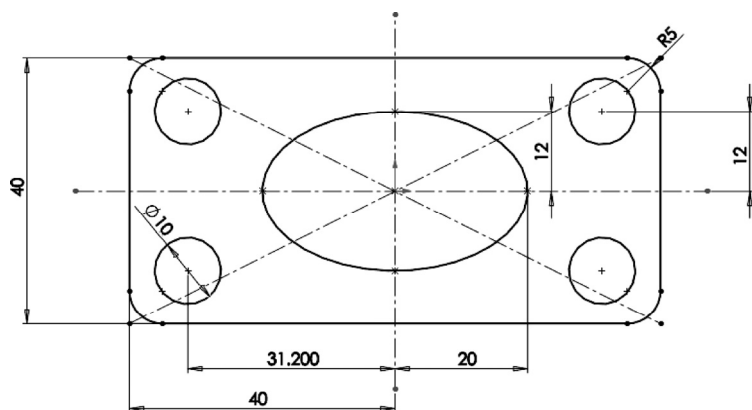

图 2-114 多孔垫截面草图
使用本章所学的知识，尝试绘制如图 2-114 所示的多孔垫草图。主要熟悉基本绘图工具的使用，如矩形、圆和椭圆，以及草图工具中的镜像和圆角等工具的使用。
STEP 8 单击“草图”工具栏中的“智能尺寸”按钮, 然后参照图 2-114 所示的尺寸, 为多孔垫草图标注尺寸, 即可完成草图的绘制。